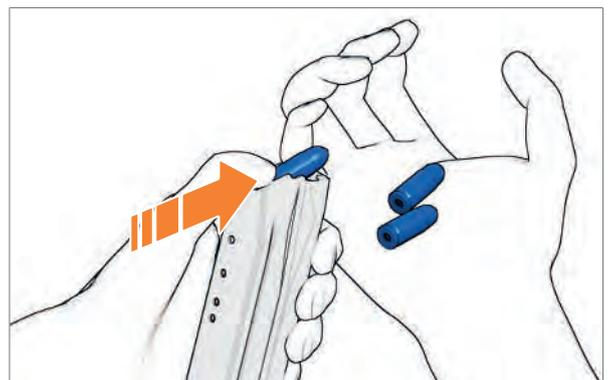

Abb. 55: Magazin leeren
- › Patronen nach vorne aus dem Magazin schieben (Abb. 55).